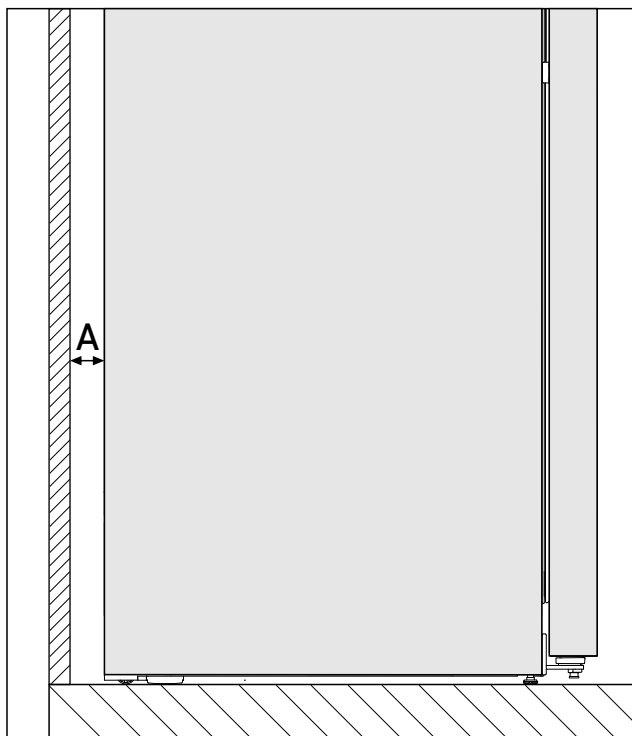

Fig. 3\*
Потребление электроэнергии определено при расстоянии Fig. 3 (A) между задней стенкой устройства и стеной помещения. Расстояние до стены помещения менее Fig. 3 (A) не влияет на функциональность устройства, но незначительно увеличивает потребление электроэнергии устройства.\*